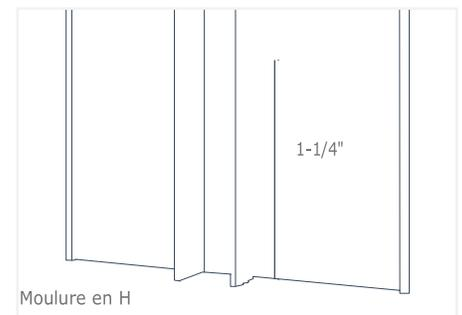

Fig. 27
3. Mesurez et faites une marque à 1-1/4 po vers l'intérieur à partir du bord inférieur (l'extrémité) de la moulure en H encliquetable. À l'emplacement de la marque, faites une entaille verticale dans les deux douilles à sertir rainurées au moyen de cisailles à tôles (Fig. 27).